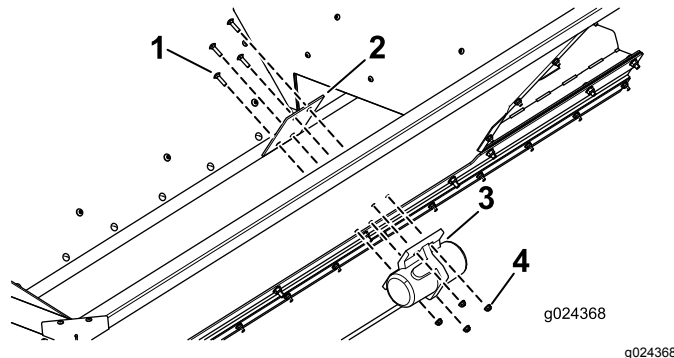

Bild 13
2. Befestigen Sie die Befestigungsplatte und den Rüttler mit vier Schlossschrauben und vier Muttern am Fahrzeug, wie in Bild 13 abgebildet.